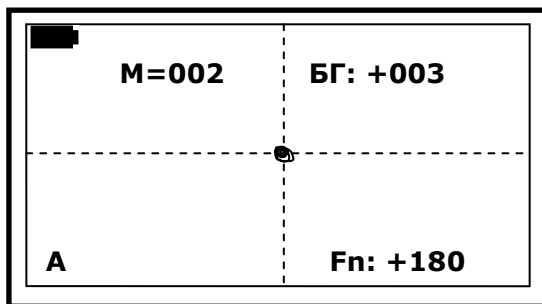

Рис. 15
3. нажмите кнопку **[БГ]**. Прибор перейдет в режим автоматической балансировки по грунту (Рис. 15):